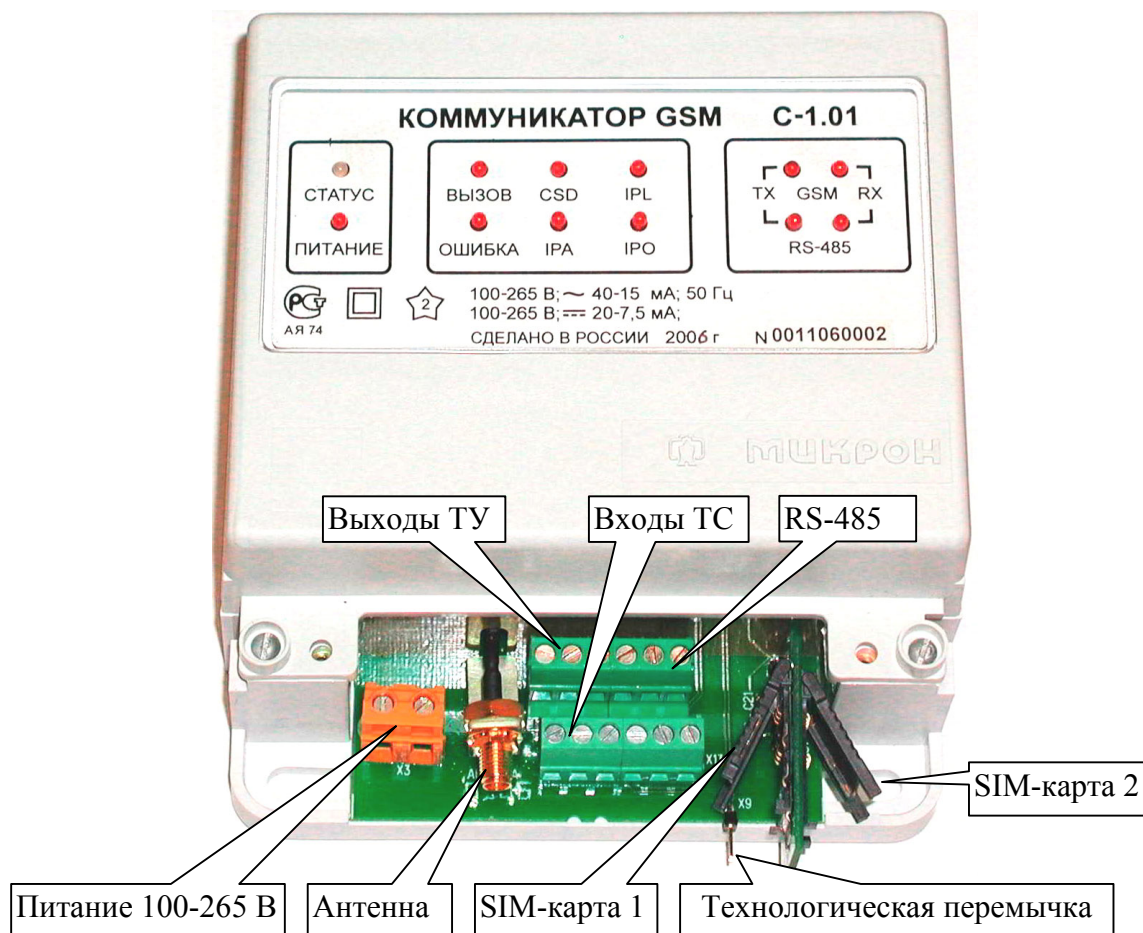

Рисунок 1 – Внешний вид коммуникатора со снятой защитной крышкой
3.2.2.2 Подключить коммуникатор к компьютеру через преобразователь интерфейса, как показано на рисунке Б.1 приложения Б. Установить технологическую перемычку, входящую в состав комплекта коммуникатора (рисунок 1). Подключить коммуникатор к сети питания.